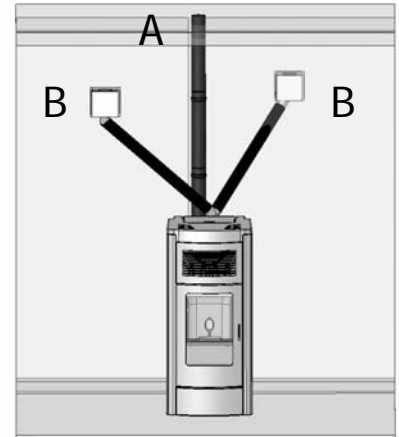

Figure 6 – Installation sortie air vue de face
Dans l'exemple des figures 6 et 7 (vue devant et derrière), la canalisation de l'air a la même longueur sur un total de 8 mètres, c'est-à-dire que les tuyaux (B) auront une longueur d'environ 4 mètres chacun. Dans le cas de canalisations de longueur différente, le total devra toujours être au maximum de 8 mètres (exemple 3 + 5 mètres). Dans ce cas, la chaleur se répandra dans les pièces de manière non uniforme.